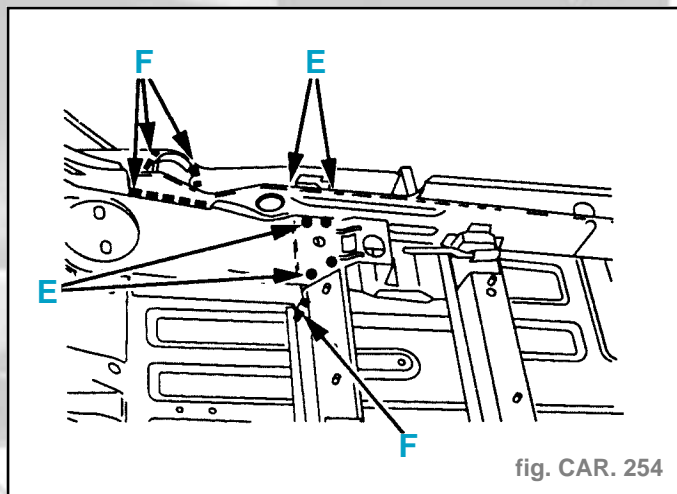

fig. CAR. 254
- Souder par points bouchons au MIG (suivant E) (fig. CAR. 254).